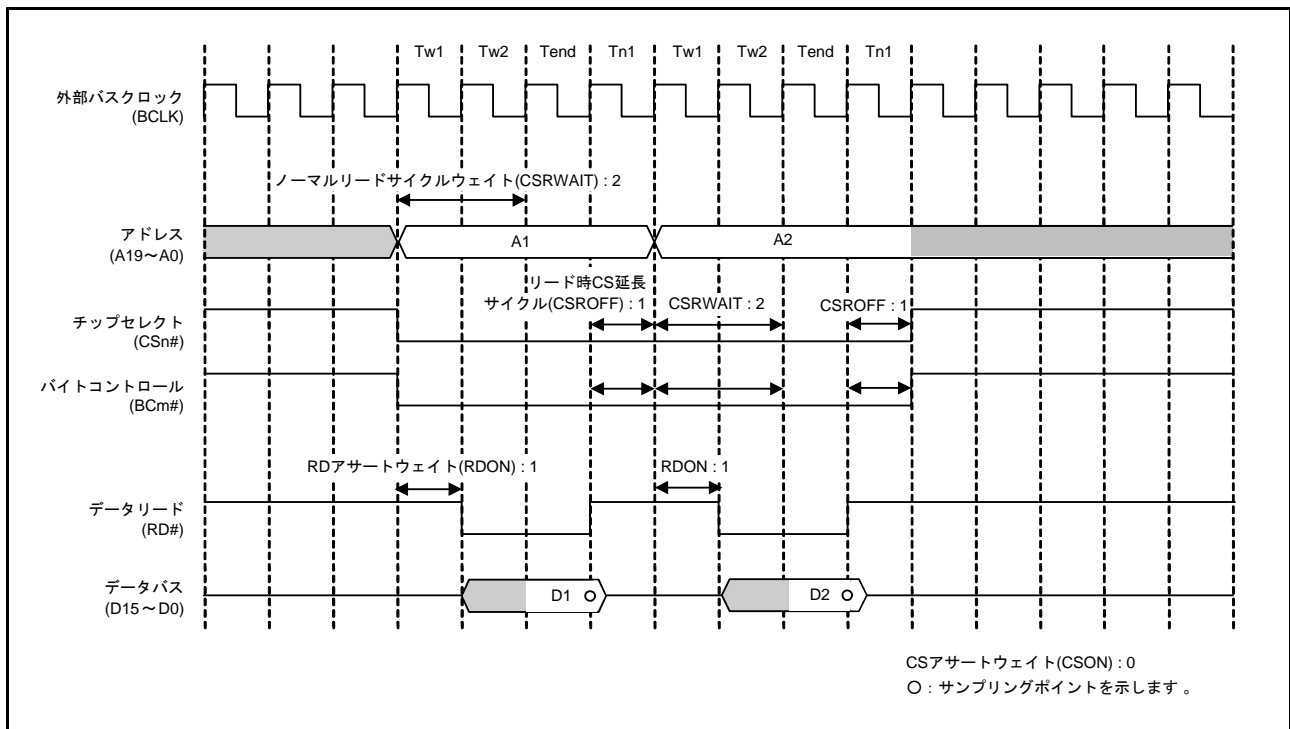

図 16.13 ノーマルリードアクセスの動作例 (1 転送要求に対して 2 回バスアクセスが発生する場合) (n=0 ~ 3、m=0、1)
バスマスタからの1転送要求に対して2回以上の外部バスアクセスが必要となる場合は、ノーマルアクセス動作（①から④）を繰り返します。図 16.13、図 16.14 に、1転送要求に対して2回バスアクセスが発生する場合の動作例を示します。ただし、リカバリサイクル挿入条件が成り立つ場合は、2回目以降の外部バスアクセスにもリカバリサイクル（⑥）の挿入が行われます（図 16.35 参照）。